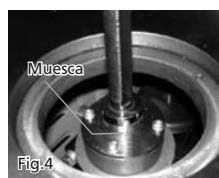

Fig.4
2. Introduzca la punta de la flecha en el eje hueco del tronco. **ASEGÚRESE** de alinear la muesca dentro de la flecha con la lengüeta sobre el eje hueco (Fig.4).